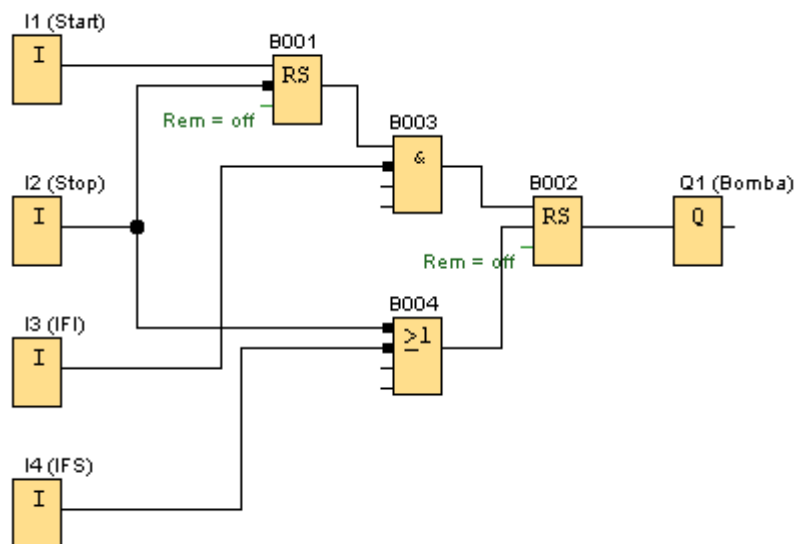

Figura 24. Solución al sistema de llenado de tanque con bloque RS
24. Modifique el diagrama como se muestra en la Figura 24, para ello Inserte dos relés autoenclavadores **RS**, seleccionándolos de las funciones especiales **SF** (F8) del *Editor de diagramas* (Figura 7).